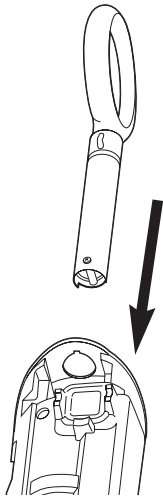

FIG. 2
Step 1: Slide the handle into the hole as pictured (FIG. 2).
- Étape 1 :** Glissez la poignée dans le trou de la façon illustrée (FIG. 2).
- Paso 1:** Deslice la manija hacia el orificio como se ilustra (FIG. 2).